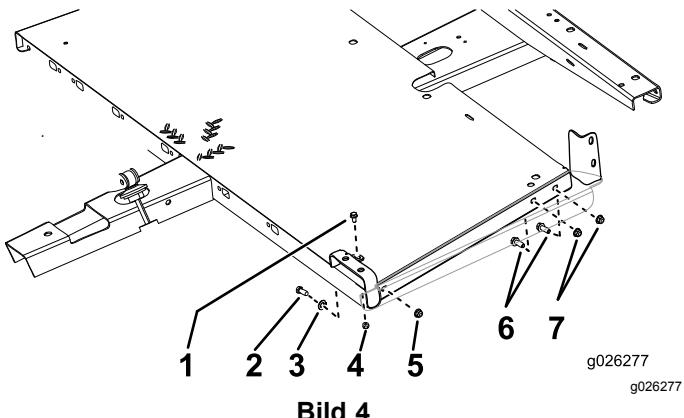

Bild 4
1. Befestigen Sie die Bodenplatten am Rahmen, wie in Bild 4 abgebildet.